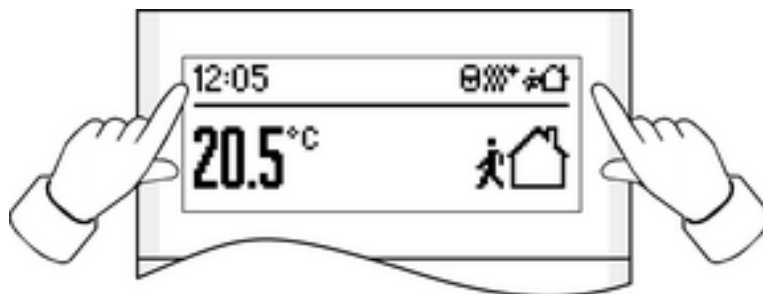

Figure 2
- Appuyer simultanément sur les deux touches à côté de l'affichage (figure 2).